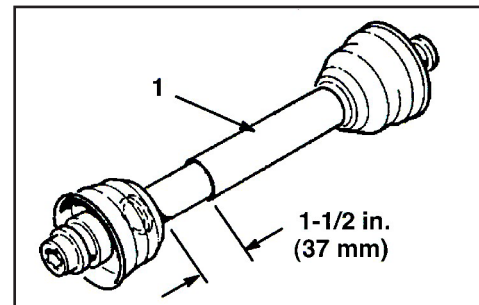

図4
4. PTO シャフトが一番短くなった状態でも完全に縮んだ状態まで少なくとも 37 mm の余裕が必要である(図4)。上記2. で測定した長さが、上記3. で求めた長さより 37 mm 以上大きくない場合には、PTO シャフトが長すぎるので、以下の5. を行う。37 mm 以上ある場合には、以下の10. に進む。